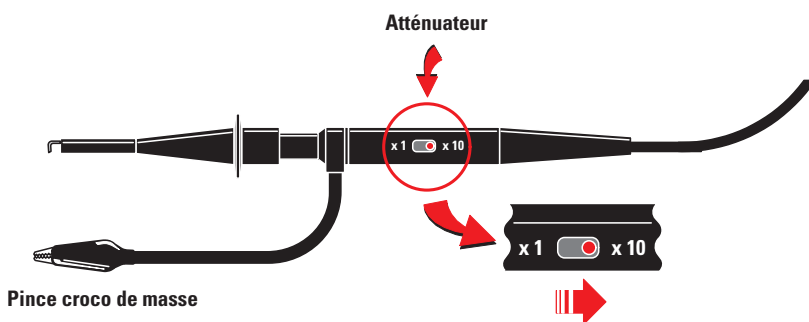

Figure 6 : Pour mesurer des tensions alternatives supérieures à 40 Vpp, il faut placer l'inverseur de la sonde sur la position x10.
- Sonde oscilloscope = il est conseillé de positionner l'inverseur de la sonde sur x10, comme le montre la figure 6.
Sélecteur V/div du canal CH1 sur 5 V/div, inverseur de la sonde sur x10 (voir figure 6) : chaque carreau vertical correspond à une tension de $5 \times 10 = 50$ V. La tension alternative de 12 Veff correspondant à une amplitude de 33,9 Vpp (voir figure 16), les sinusoïdes visualisées à l'écran